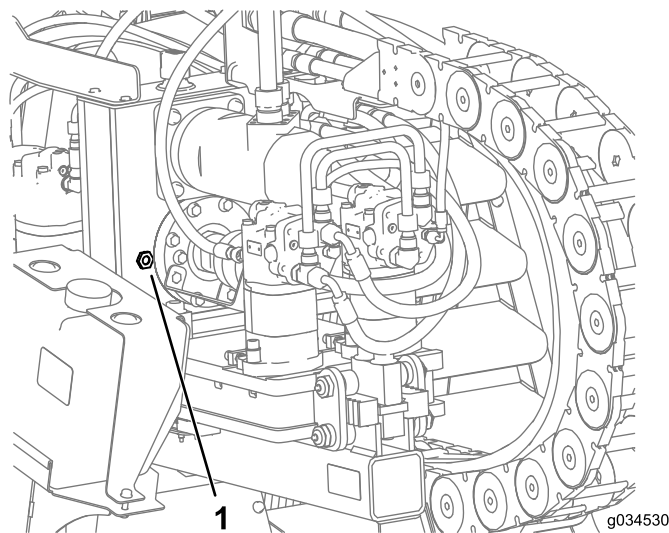

Figura 132
2. Verifique o nível de óleo pelo visor de nível na caixa de transmissão (Figura 132).
3. Remova a tampa do respiro e adicione o óleo na caixa de transmissão até o nível cobrir pelo menos metade do visor de nível (Figura 132).
6. Adicione óleo na caixa de transmissão até ultrapassar a metade do visor de nível (Figura 132).